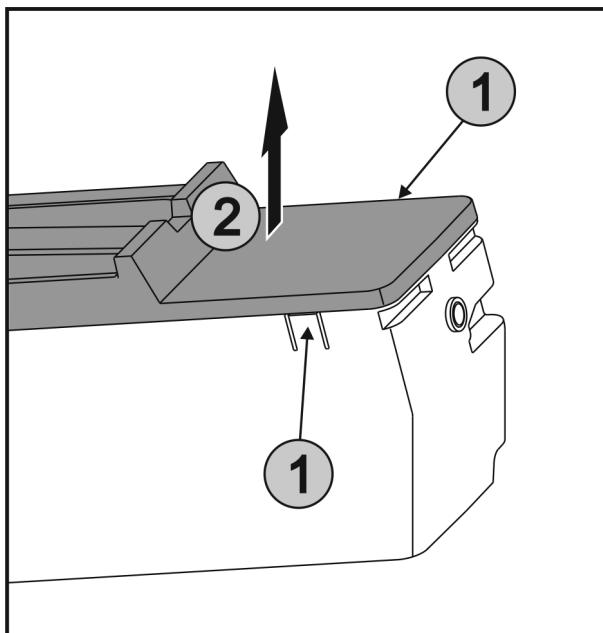

Fig. 48
- Súčasne stlačte spony Fig. 48 (1) na oboch stranách EasyTwist-Ice a odoberte kryt Fig. 48 (2) nahor.